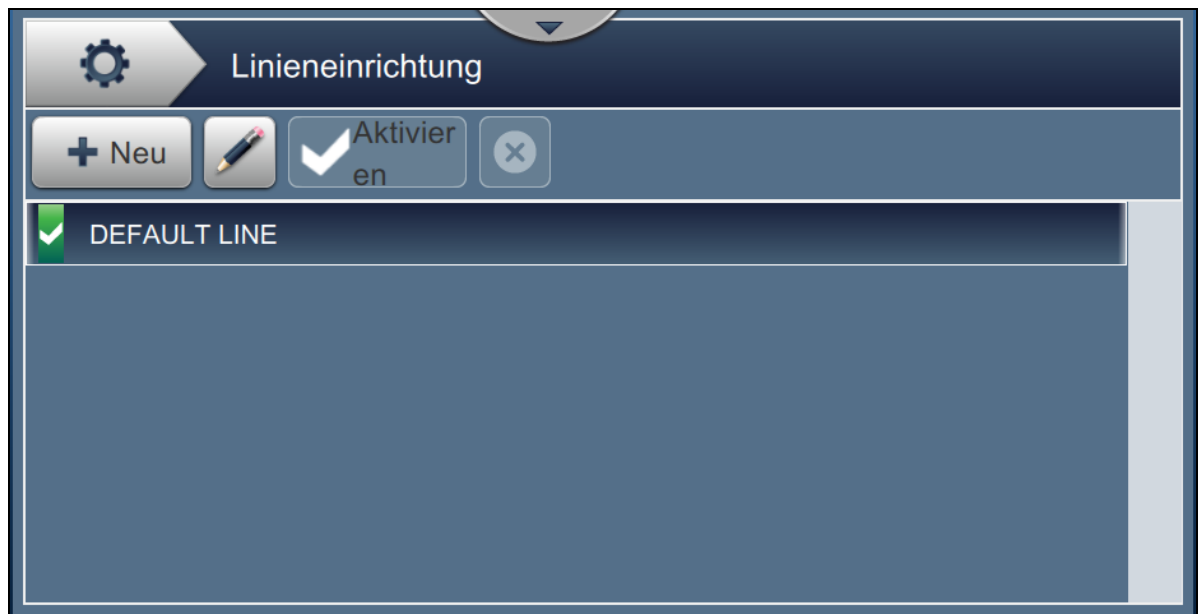

Abbildung 6-26: Bildschirm Produktionslinie
2. Berühren Sie die Schaltfläche  auf dem Bildschirm „Linieneinrichtung“, um eine neue Linieneinrichtung zu erstellen, wie dargestellt in Abbildung 6-26. Der Bildschirm „Name Produktionslinie“ wird mit einem Tastenfeld angezeigt.